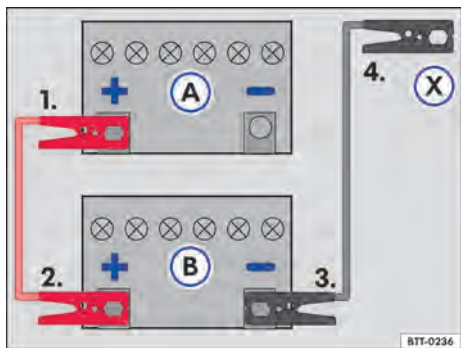

Fig. 174 Esquema para a conexão dos cabos auxiliares de partida: bateria do veículo descarregada (A) e bateria do veículo fornecedora de corrente (B).
Legenda para → Fig. 174:
Conectar o cabo auxiliar de partida somente na sequência 1 – 2 – 3 – 4 → Fig. 174.
- Conectar uma extremidade do cabo auxiliar de partida *vermelho* ao polo positivo (+) do veículo com a bateria do veículo descarregada → Fig. 174 (A) → ⚠️.
- Conectar a outra extremidade do cabo auxiliar de partida *vermelho* ao polo positivo (+) do veículo fornecedor de corrente (B).
- Conectar uma extremidade do cabo auxiliar de partida *preto* ao polo negativo da bateria do veículo fornecedor de corrente (B).
- Conectar a outra extremidade do cabo auxiliar de partida *preto* (X) no veículo com a bateria do veículo descarregada em uma peça maciça de metal aparafusada firmemente ao bloco do motor ou no próprio bloco do motor - porém não nas proximidades da bateria (A) → ⚠️.